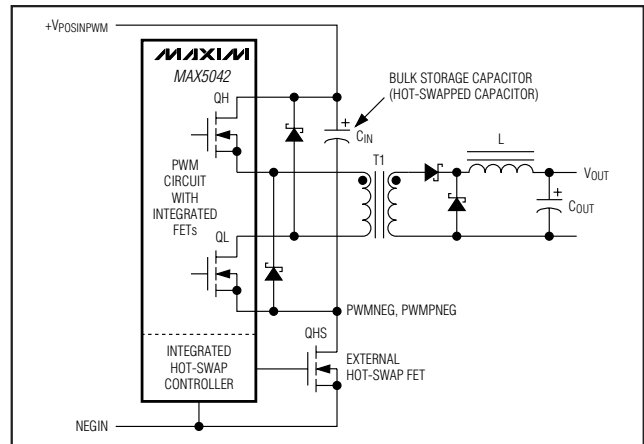
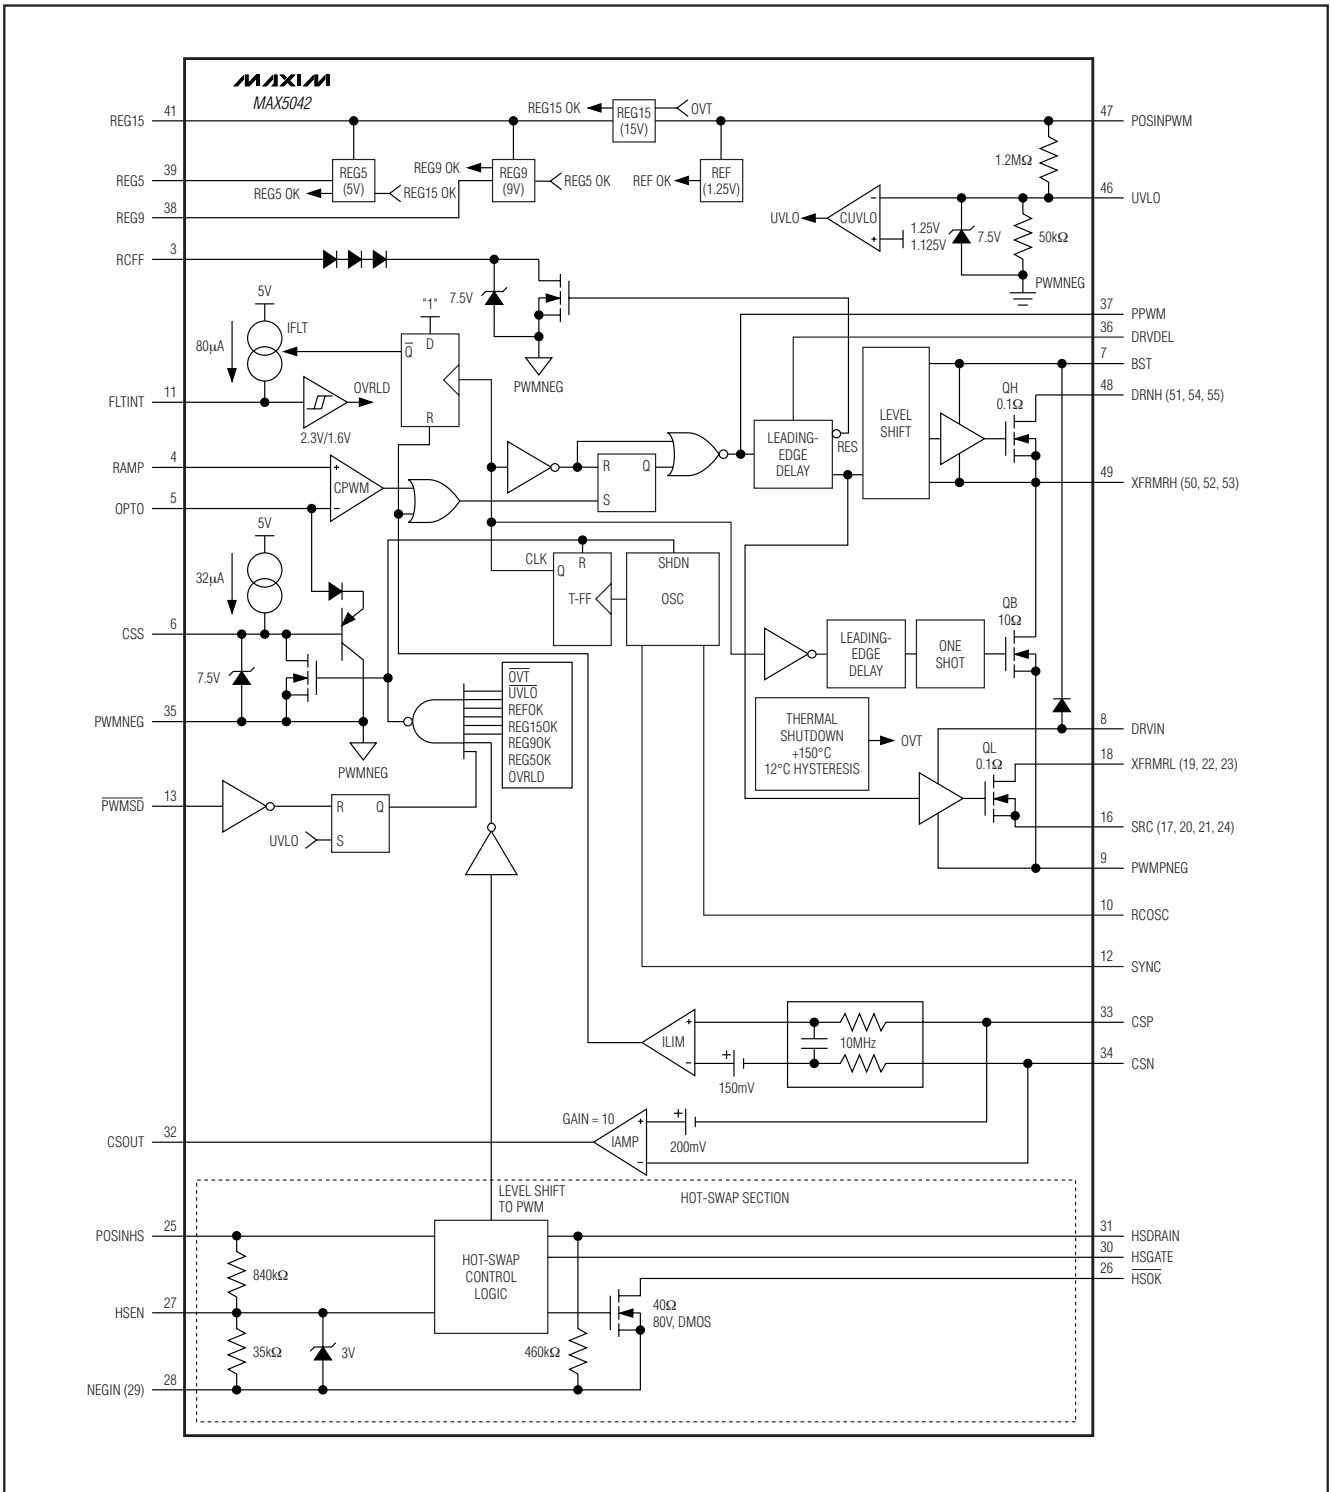

图1. 基于MAX5042的隔离电源框图
图3. MAX5042电源IC原理框图
MAX5042/MAX5043是一个完整的、能够输出50W功率的系统。MAX5042除了PWM和功率MOSFET之外，还包含一个热插拔控制器，热插拔部分需要一个外部MOSFET (QHS)，MAX5042的内部结构如图1所示。 C_{IN} 是PWM电路的输入储能电容，在系统软启动时能够抑制源自背板的浪涌电流。当接有输入电源时， C_{IN} 会完全放电，QHS断开。当所加电压超过热插拔控制器的默认欠压锁定阈值 (30.5V)，且持续时间超过165ms (内部导通延迟) 时，QHS的栅极电压开始逐渐上升，从而得到受控制的导通摆率，QHS的漏极电压以大约10V/ms的速率下降，对于100 μ F的 C_{IN} 电容从背板吸入电流近似为1A。QHS MOSFET完全导通后，MAX5042的PWM电路才开始启动。QHS完全导通后，电容 C_{IN} 两端的电压高于PWM电路的默认启动电压 (31V)，热插拔电路激活PWM部分开始工作，进入软启动阶段。在启动过程中，软启动功能可限制变压器初级的吸入电流，避免输出电压出现过冲。
MAX5042和MAX5043的内部结构框图分别如图3、4所示。来自热插拔电路、稳压器、热关断的电源就绪信号与UVLO一起产生内部关断信号SHDN。当关断条件满足时，SHDN会禁用比较器和振荡器，反之则会释放比较器和振荡器，使其正常工作。SHDN的下降沿经过一段延迟时间，以便在PWM脉冲到来之前能稳定建立内部信号。在SHDN下降沿到延迟信号的这段时间内，连接在XFRMRH和PWMPNEG间的10Ω内部MOSFET (QB) 导通，为BST电容充电。启动后，该MOSFET会在每半个周期内导通约300ns，对BST电容充电。
ILIM比较器用于逐周期限流，典型门限为156mV。每当限流比较器（图3、4，ILIM）被触发时，内部故障积分电路开始工作，使FLTINT每次在一个时钟周期内输出80μA电流。用以下公式可近似计算出关断时间所需要的电容值（ C_{FLTINT} ）：
MAX5042内部集成了热插拔控制器，采用MAX5042制作的电源能够安全地插入带电背板，不会造成电源的瞬间失灵。热插拔电路在POSINHS和NEGIN之间操作。MAX5042实现热插拔控制时，外部只需一个N沟道MOSFET。图1和图3是关于热插拔功能的详细说明。